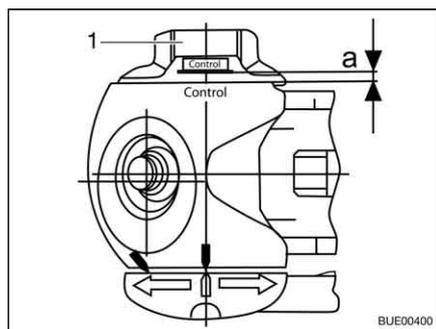

Fig. 188 Controllo usura
- Ruotare completamente la manovella (Fig. 188,1) finché non si sente la limitazione delle coppia grattare in modo percepibile. Direzione di rotazione: In senso orario.
- Distanza $a > 0$ (Fig. 188): Usura all'interno del settore ammesso.